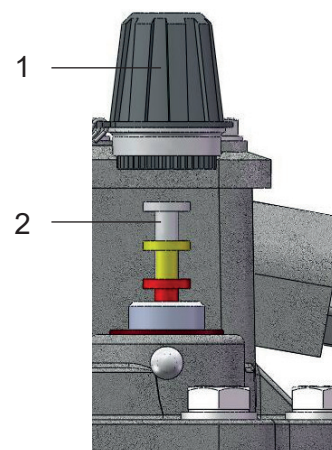

Figure 10 - Touche d'essai
- Dévisser le grand écrou borgne (Fig. 10/ n° 1)
- Presser la touche d'essai (Fig. 10/ n° 2) à moitié et la maintenir dans cette position (contrôle du système de contact supérieur - alarme)